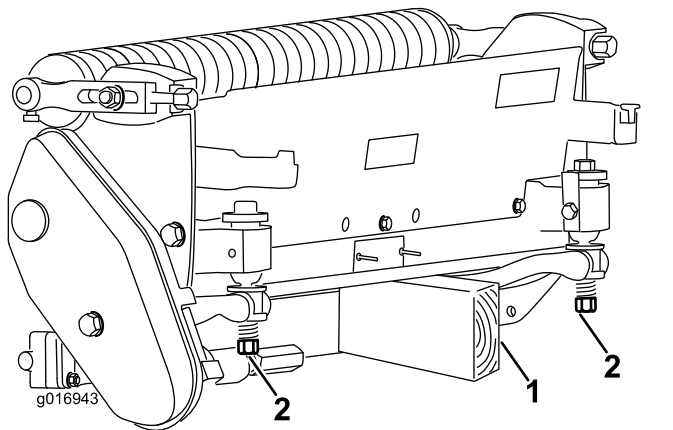

图8
当您需要翻转滚刀组以露出底刀/滚刀时，应支撑住滚刀组的后部，确保底刀架调节螺丝后端的螺母不会接触工作表面（图8）。
- 注意：** 确保底刀架调节螺丝后端上的螺母不与工作表面接触（图8）。